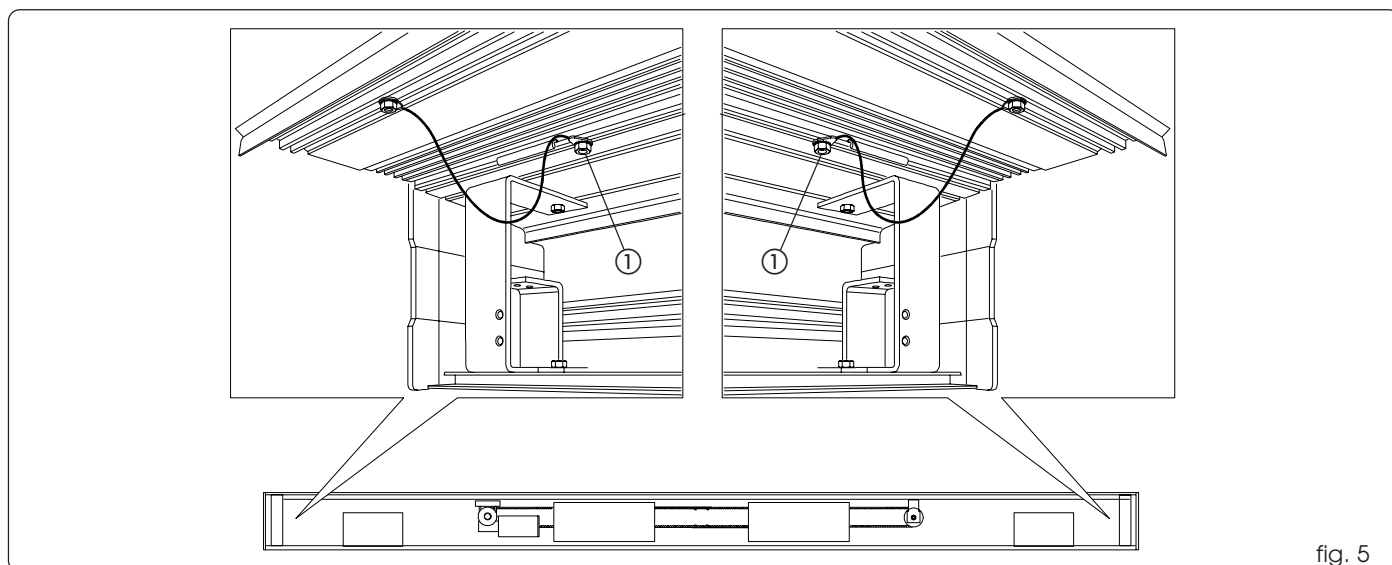

fig. 5
Smontare i cavi paracadute (quando presenti), dalla parte della traversa svitando i dadi di bloccaggio come in fig. 5 rif. ①.